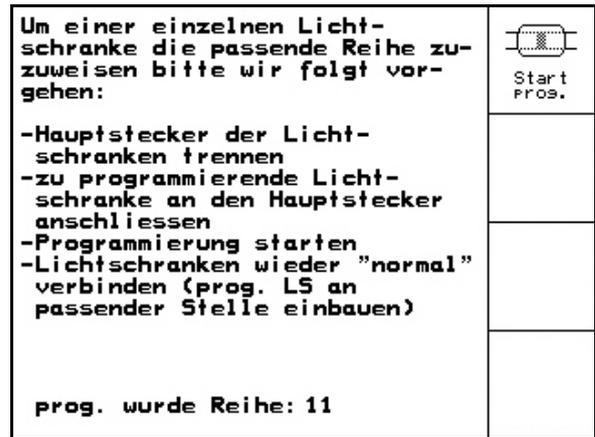

Fig. 79
6. Se muestra la barrera fotoeléctrica programada en la hilera correspondiente (Fig. 79).